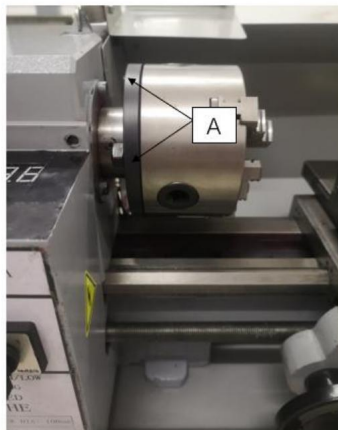

Fig.26
À l'aide de ce mandrin universel, des pièces rondes, triangulaires, carrées, hexagonales, octogonales et à douze coins peuvent être serrées. (Fig. 26)
Pour le mandrin à 3 mors d'origine qui a été monté sur le tour, l'usine a monté le mandrin de la meilleure façon pour garantir la précision de maintien avec deux marques « 0 » (A) Fig.26 montrées sur le mandrin et la bride du mandrin.